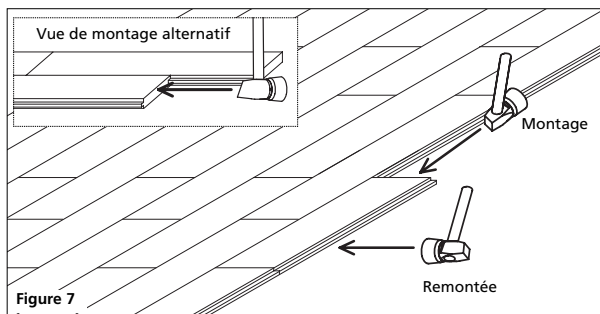

Figure 7
**MONTER LE PARQUET (VOIR LA FIGURE 7)**